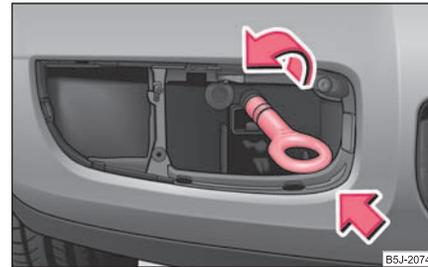

Abb. 197 Vordere Stoßfänger: Einbau der Abschleppöse
- Abschleppöse von Hand nach links bis zum Anschlag ⇒ Abb. 197 einschrauben.